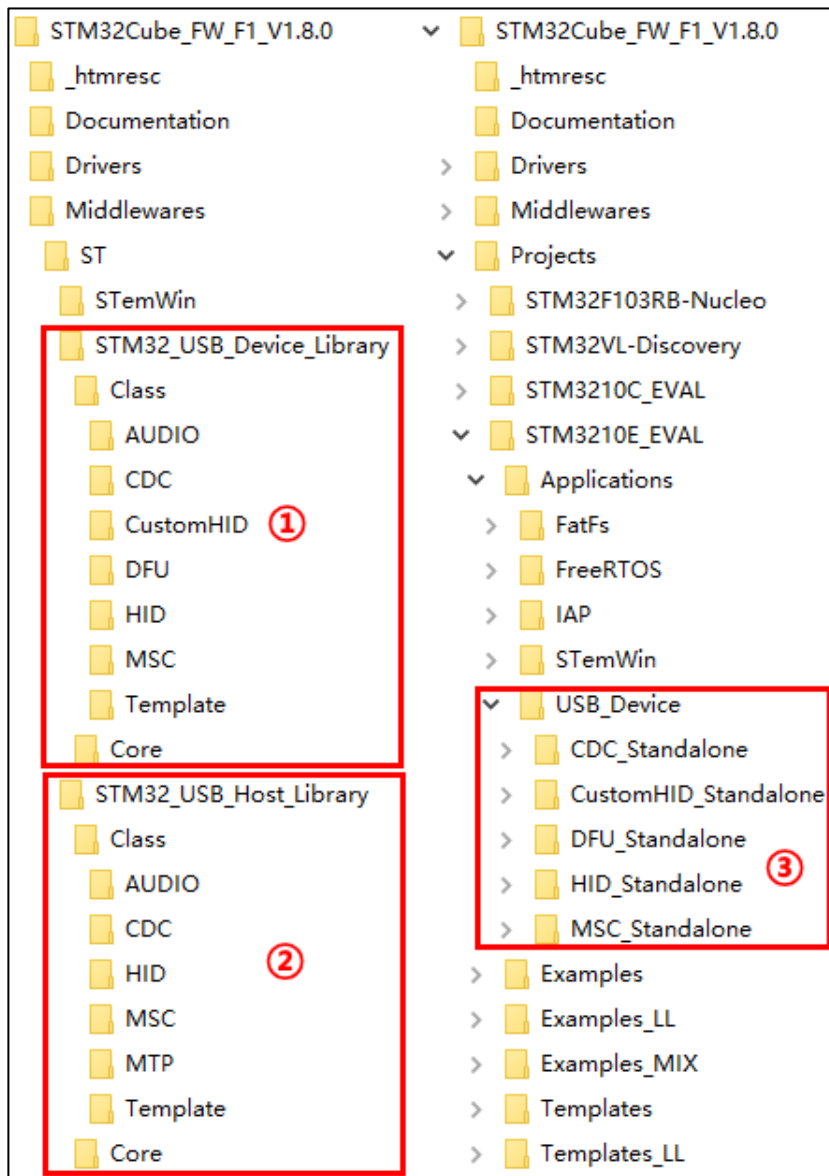

图 60.3.1 ST 以 HAL 库提供的 USB 组件
码, 如果已经安装过 CubeMX 和 F1 对应的固件, 则这个文件夹在 CubeMX 的资源仓库路径下, 其中就有我们将要使用的 USB 库, 它的位置如图 60.3.1 所示:
我们将通过图 60.3.1 序号③的例程, 移植并实现我们自己的 USB Device 设备。读卡器属于 USB 大存储设备, 所以本章要移植的是官方的 MSC_Standalone 例程。我们先打开该例程的 MDK 工程(MDK-ARM 文件夹下), 查看一下其工程结构: